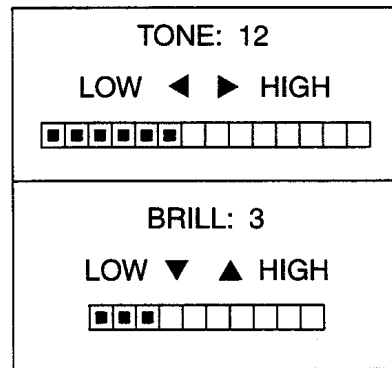

Figura 1-3 Cuadro de ajuste del tono y brillo
1. Pulsar la tecla [TONE]. Aparece el cuadro de ajuste de la Figura 1-3.